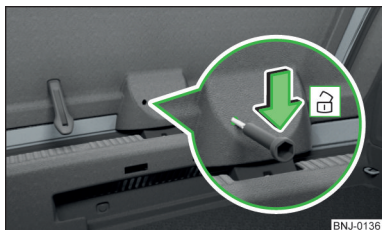

Abb. 285
- › In die Öffnung in der Klappenverkleidung » Abb. 285 einen Schraubendreher oder ein ähnliches Werkzeug bis zum Anschlag einführen.